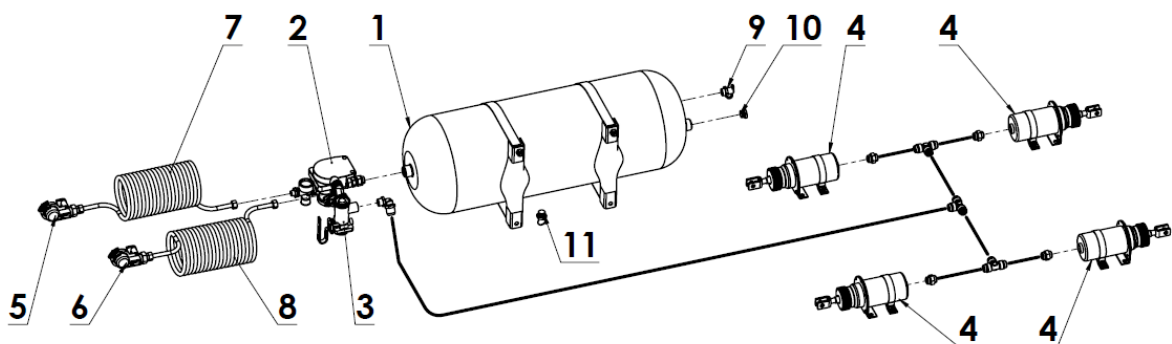

Abbildung 6. Einkreis-Druckluftbremsanlage - Streuer N267, N267/1:
- Einkreis-Druckluftbremsanlage N267, N267/1 (Abbildung 6),